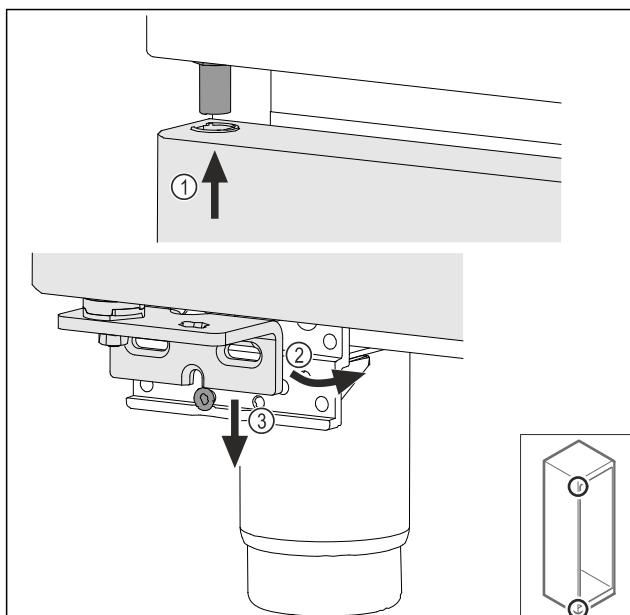

Fig. 39
- Наденете леко наклонената нагоре врата Fig. 39 (1), подравнете вратата напред Fig. 39 (2) и я поставете отдолу върху винта на опорната стойка Fig. 39 (3).